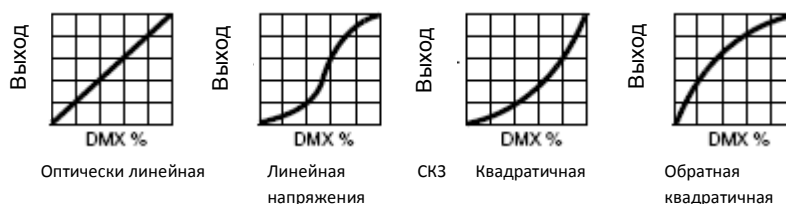

Рисунок 11. Опции кривой диммирования
- **DIMMING CURVE (КРИВАЯ ДИММИРОВАНИЯ)** обеспечивает четыре опции диммирования (см. рисунок 11):